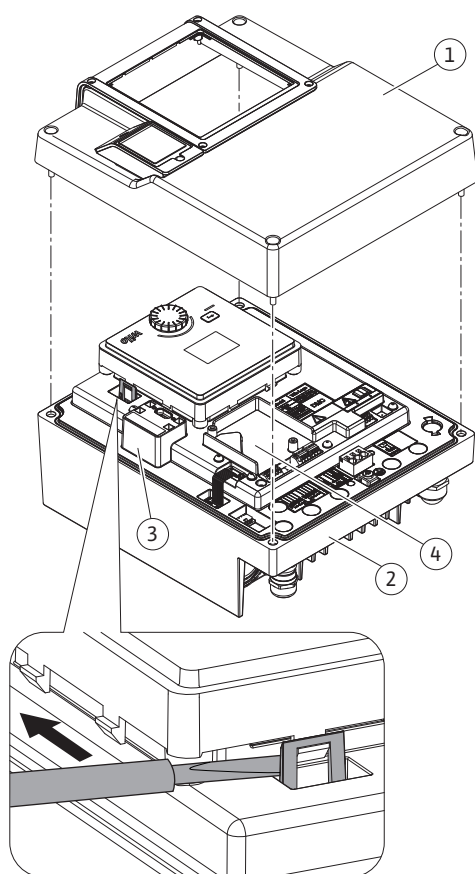

Fig. 28: Module électronique
Les modules CIF (accessoires) servent à établir une communication entre les pompes et la gestion technique de bâtiment. Les modules CIF sont enfichés dans le module électronique (Fig. 28, pos. 4).